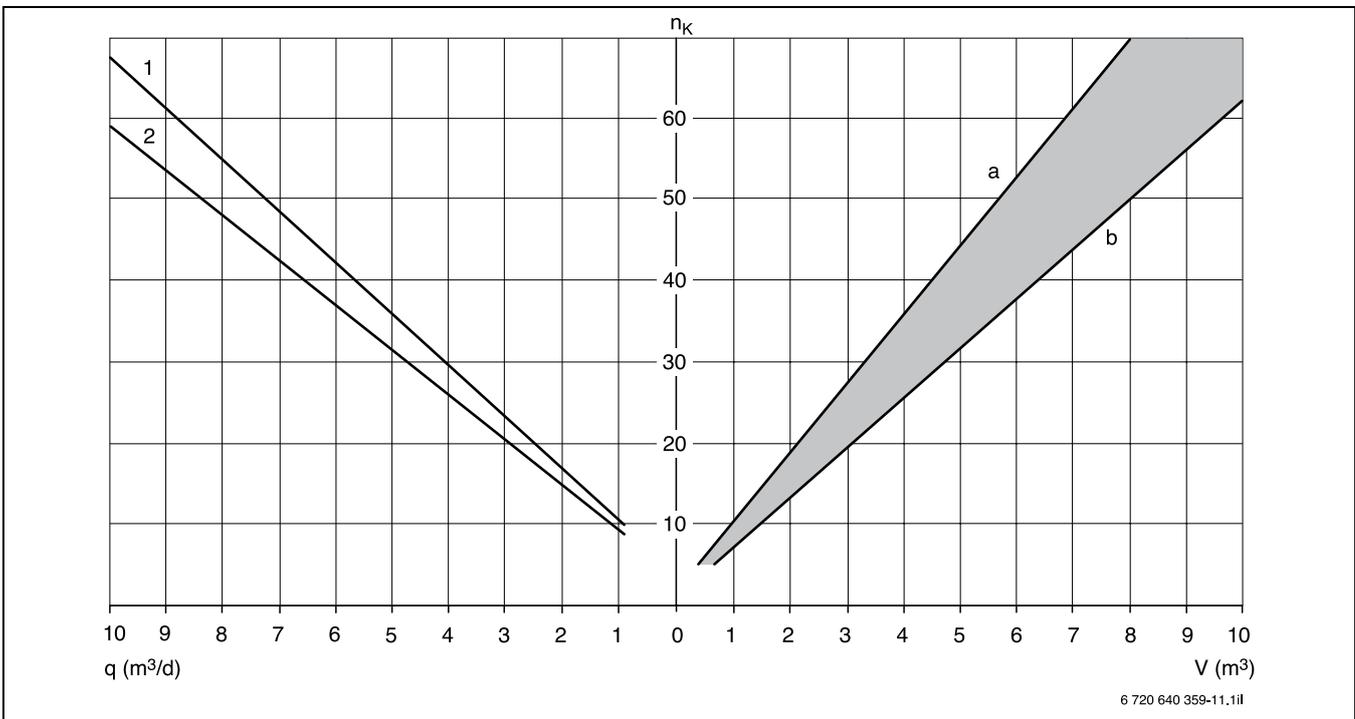

Fig. 19 Diagrama para estimar el número de colectores y tamaño del acumulador según los ejemplos arriba indicados.
- Comprobar la cantidad de energía necesaria para cubrir la demanda de ACS a través del diagrama de la Fig. 19